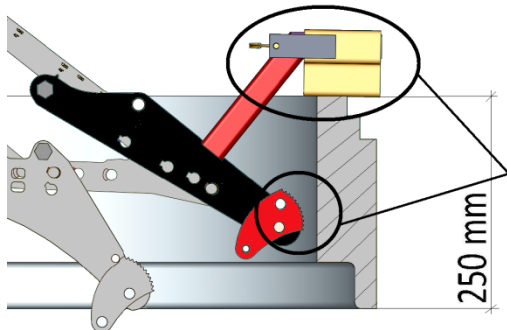

Bild 3
**Bild 3** zeigt einen Schachtring mit einer minimalen Bauhöhe von 250 mm **mit korrekt** eingesetzten „Adaptersatz“ an Auflage von SVZ-UNI“ (4400.0079).